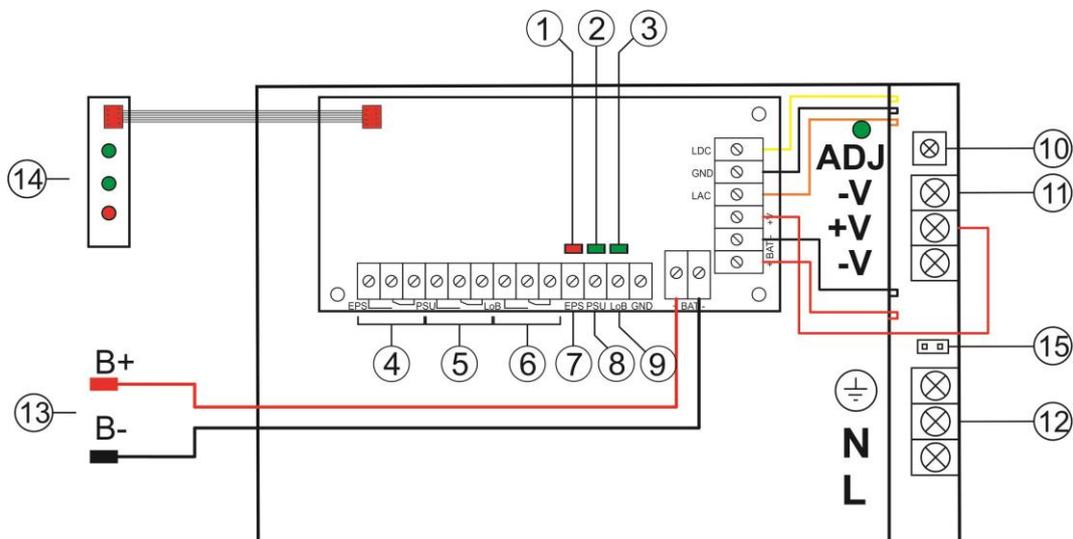

Abb. 2. Ansicht des Netzteilmoduls.
1.3 Beschreibung der Elemente und Verbindungen des Netzteils (Tab. 1, Abb. 2)
Tabelle 1. Elemente des Netzteilmoduls (siehe Abb. 2).
- rote LED-Diode (Abb. 2, Element 1) im Normalbetrieb (AC-Versorgung) leuchtendes Licht. Beim Fehlen der AC-Stromversorgung wird die LED-Diode ausgeschaltet.
- grüne LED-Diode (Abb. 2, Element 2) signalisiert über den Stand der DC-Versorgung am Ausgang des Netzteils. Im Normalbetrieb (DC-Versorgung) leuchtendes Licht. Im Falle von Kurzschluss und Überlastung wird die Diode ausgeschaltet.
- grüne LED-Diode (Abb. 2, Element 3) signalisiert über den Stand der Spannung des Akku. Im Normalbetrieb ( $U_{BAT} > 23V$ ) leuchtendes Licht, im Falle von Senkung der Spannung des Akkus ( $U_{BAT} < 23V$ ) wird die Diode ausgeschaltet.
**ACHTUNG!** Auf der Abb. 2 werden die Kontakte der Relais in einem spannungsfreien Zustand dargestellt, was eine Netzstörung AC bedeutet.
**ACHTUNG!** Auf der Abb. 2 werden die Kontakte der Relais in einem spannungsfreien Zustand dargestellt, was eine Netzteilstörung bedeutet.